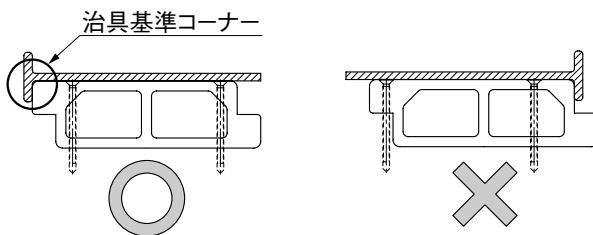

図13-4 固定ネジ治具使用例
- 内面床板に固定ネジ治具で下孔位置を加工する際、治具の当て方に注意してください。基準方向を間違えるとネジが補強部分から外れます。(図13-4参照)